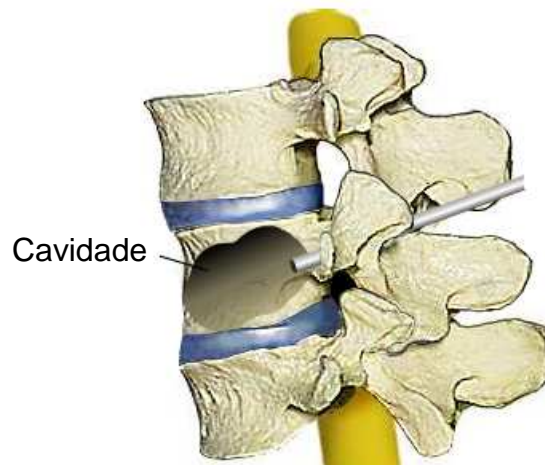

Figura 9: Cavidade criada após o esvaziamento e retirada do balão.
- 5- O balão então é esvaziado e retirado, deixando um espaço (cavidade) no corpo vertebral (figura 9).